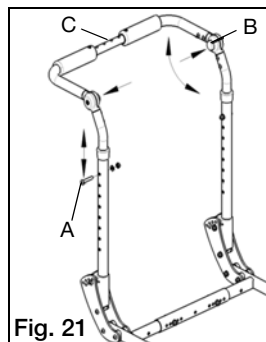
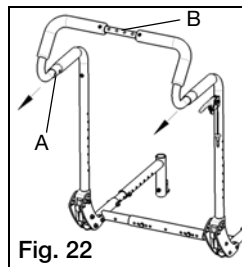

Fig. 21
Fig. 22
- Si la silla está equipada con un respaldo de altura ajustable, quite los dos tornillos (Fig. 21:A) de los tubos del respaldo telescópico con una llave Allen de 4mm y una llave de 10mm.
- Si la silla está equipada con un respaldo de altura ajustable, pulsar botones de bisagras de bloqueo (Fig. 21:B). Ambos botones deben presionarse simultáneamente para ajustar el ángulo.
- Presione los botones (Fig. 22:A) a ambos lados de la silla hacia el extremo inferior de los tubos de la manija tipo carriola para desenganchar las lengüetas de bloqueo.
**PELIGRO:** No intente levantar o inclinar la silla de ruedas sujetando el puntal central que une las manijas de empuje del respaldo de altura ajustable (Fig. 21:C) o del puntal central que une las manijas de empuje de la manija tipo carriola extraíble (Fig. 22:B). Estos puntales pueden romperse resultando en una caída o la pérdida de control y pueden causar lesiones graves o la muerte.